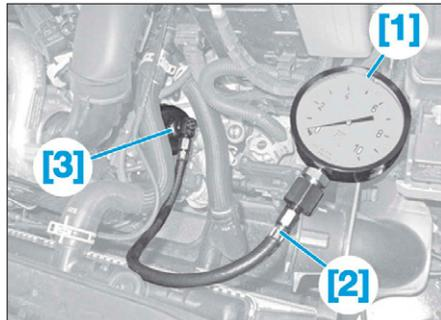

FIG. 19
- Reposer l'outil [2] en lieu et place du bouchon de filtre à huile (Fig.19).